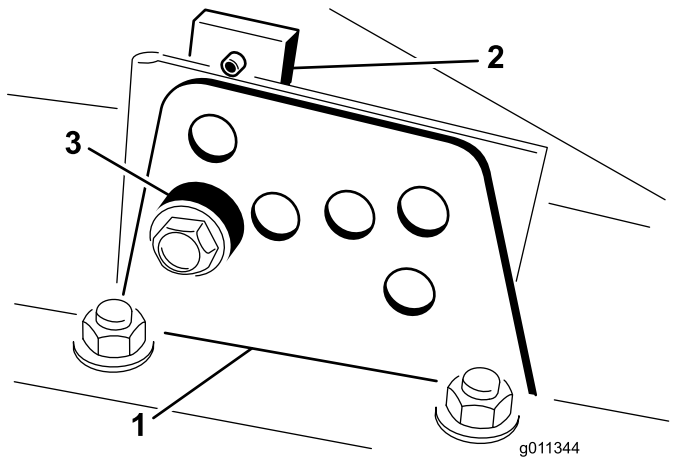

図 24
2. 図 24 のように、各刈り高ブラケットを刈り高プレート前と右と左に固定しているボルトをゆるめる。
4. チェンバを支えておきながらスペーサを取り外す 図 24。